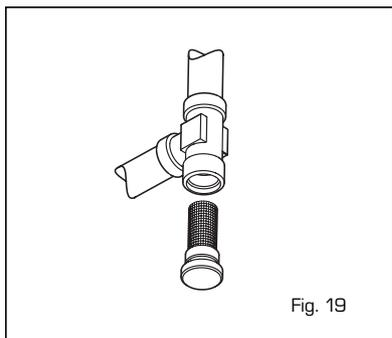

Fig. 19
#### 4.4.1 Pulizia filtro circuito riscaldamento (fig. 19)
- Otturazione del filtro circuito riscaldamento da impurità (fig. 19): provvedere alla pulizia.
- Controllare che il circolatore (P) non risulti bloccato, eventualmente provvedere allo sblocco.